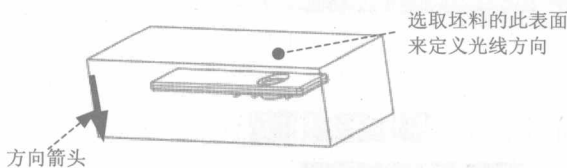

图 1.5 定义投影的方向
(1) 在“阴影曲面”对话框中双击 **Direction (方向)** 元素, 系统弹出“选取方向”菜单。
(2) 在 **GEN SEL DIR (选取方向)** 菜单中, 选择 **Plane (平面)** 命令。
(3) 在系统 **选取将垂直于此方向的平面。** 的提示下, 选取图 1.5 所示的坯料表面; 将投影的方向切换至图 1.5 中箭头所示的方向, 然后选择 **Okay (正向)** 命令。